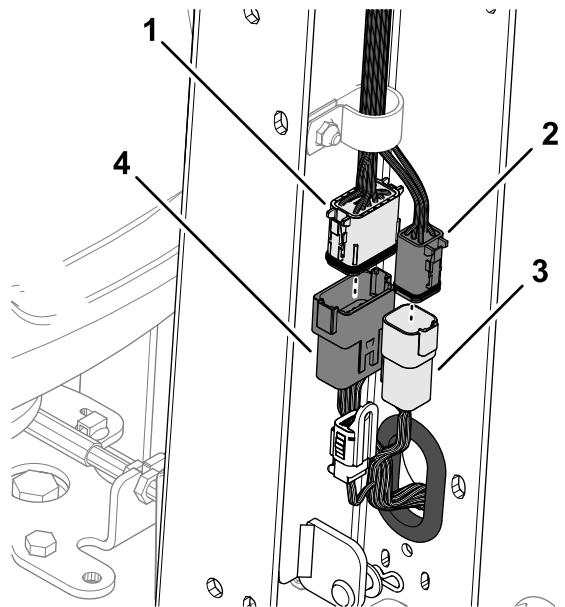

**Figura 8**
1. Encaminhe o conector de 6 pinos e o conector de 12 pinos da cablagem da máquina através do ilhó do canal da barra de ligação (Figura 8).